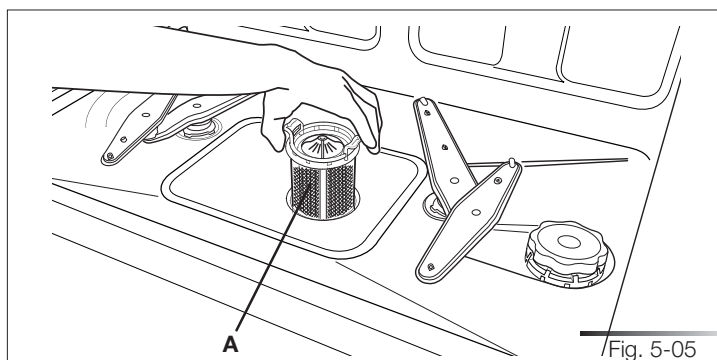
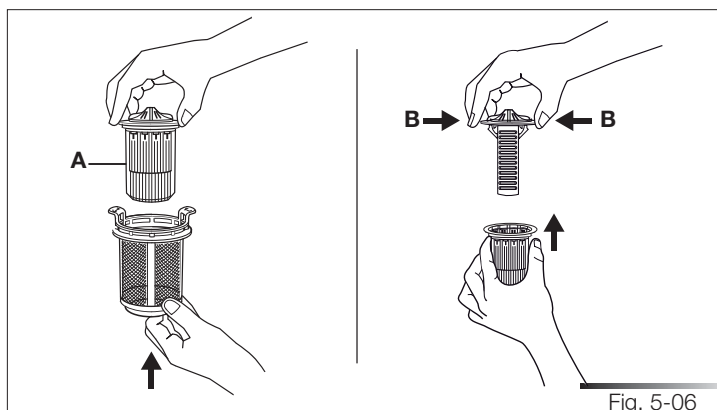

Fig. 5-05
Fig. 5-06
- Controle periódicamente el grupo filtrante (ref. A fig. 5-05) y, si fuese necesario, límpielo bajo el agua corriente (a temperatura ambiente), utilizando un cepillo duro. Para sacarlo de su lugar, tome entre los dedos las lengüetas, gire en sentido antihorario y levante tirando hacia arriba;
- empuje desde abajo el filtro central (ref. A fig. 5-06) para separarlo del microfiltro;
- separe las dos partes que componen el filtro central de plástico empujando el cuerpo del filtro hacia la zona indicada por las flechas presentes en el mismo (ref. B fig. 5-06);
- una vez efectuada la limpieza vuelva a instalar el grupo filtrante, uniendo las dos partes que componen el filtro central ejerciendo una ligera presión para permitir el encaje; introduzca el filtro central en el interior del microfiltro (véase la fig. 5-06). Vuelva a instalar el grupo filtrante (ref. A fig. 5-05) en su lugar, girándolo en sentido horario para permitir su bloqueo.